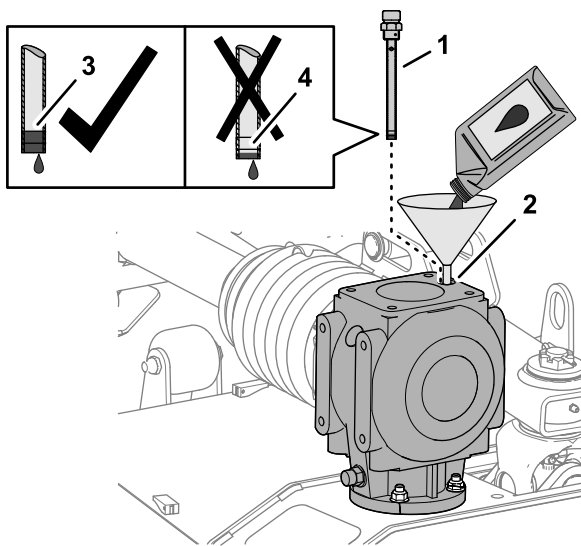

Bild 63
- Geben Sie 1,064 l des angegebenen Getriebeöls über die Peilstaböffnung in das Getriebe (Bild 63).
- Schrauben Sie den Peilstab in die Einfüllöffnung ein, schrauben Sie den Peilstab wieder heraus und überprüfen Sie den Schmierstofffüllstand (Bild 63).
- Führen Sie den Peilstab in die Einfüllöffnung ein und schrauben Sie den Peilstab (Bild 63) fest.